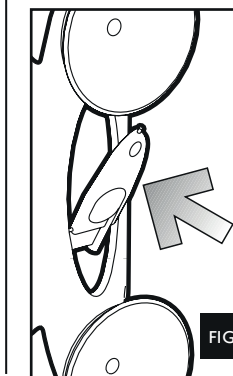

FIG. 5
- c. Entfernen Sie dazu das mitgelieferte Werkzeug aus der Halterung, oder verwenden Sie einen Schraubenzieher (Fig. 5).
- c. Remove the special device inserted in the suction cup support, just pulling it out of its location (fig. 5) or use a flat blade screwdriver.
- c. Enlever l'outilage spécial qui se trouve sur le support des ventouses (fig. 5) ou utiliser une tourne-vis.
- b. haal het hulpmiddel uit de houder (afb. 5) of neem een schroevendraaier
- c. Quite la herramienta especial que se encuentra sobre el soporte de las ventosas (fig. 5) o utilice un destornillador.